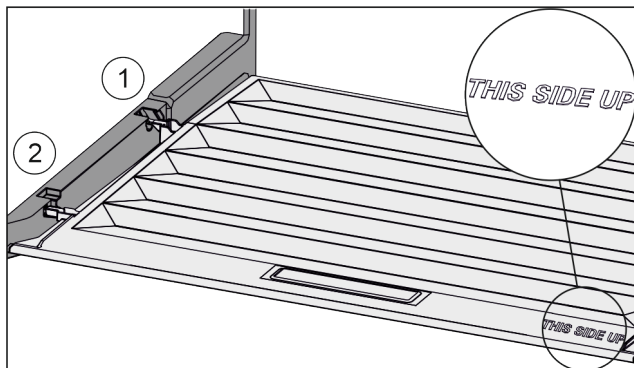

Fig. 124
- ▶ Introduire les rainures du couvercle par l'orifice du support arrière Fig. 124 (1) et les enclencher à l'avant dans le support Fig. 124 (2).